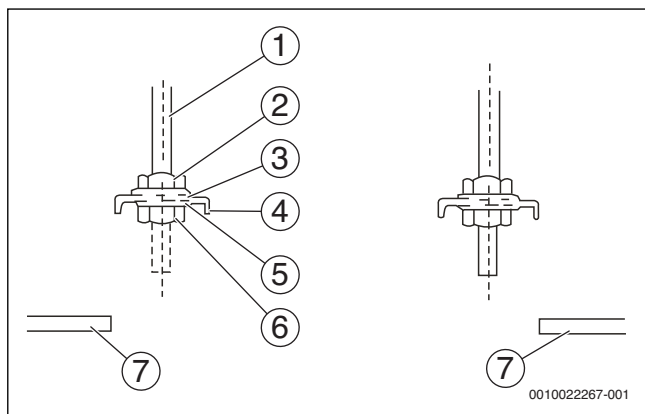

Рис. 7
1. Отрегулируйте положение гаек. Размер зазора между шайбой (нижней частью) и потолком определяется фактической конструкцией потолка (→ рис. 7).